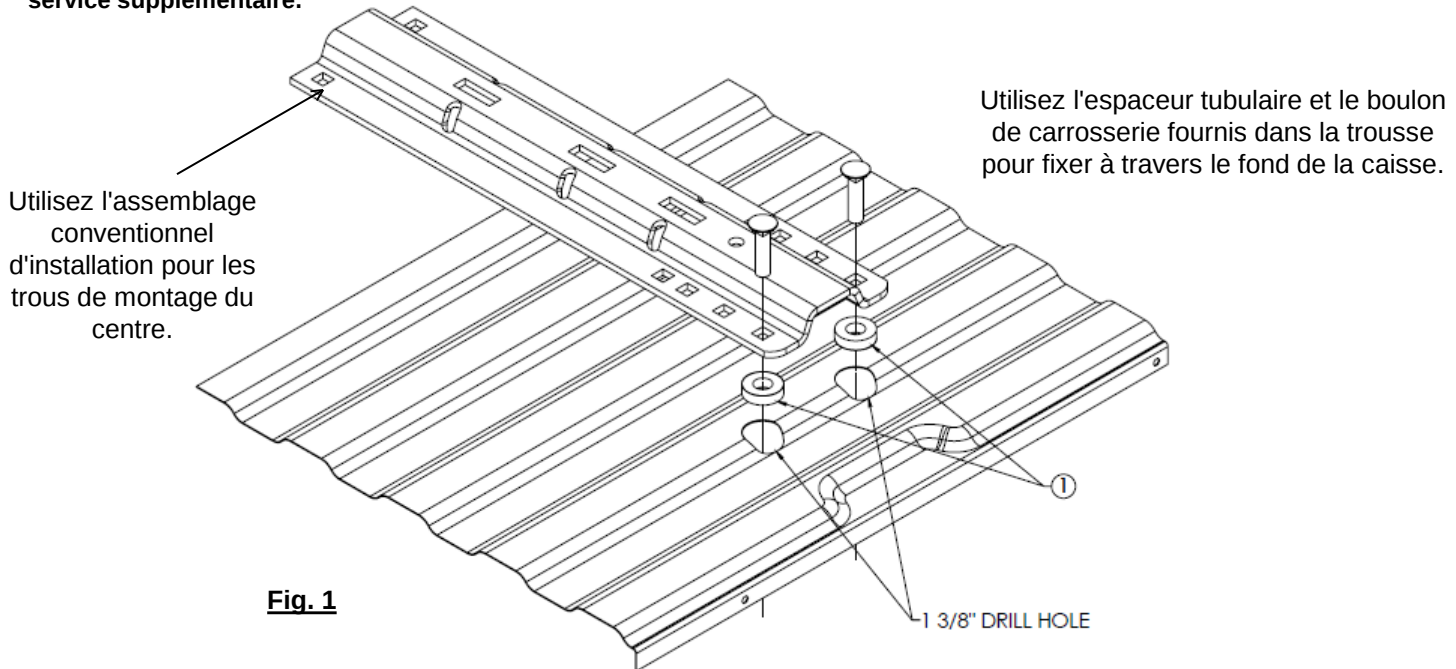

Fig. 1
1. Faites attention à la note ci-dessous et en revérifiant toutes les surfaces avant de percer. Reportez-vous à la figure 1 pour le placement des espaceurs d'assemblage.
3. Au lieu de choisir l'espaceur en fer à cheval, laissez tomber l'espaceur tubulaire de la trousse de service (1) à travers du trou élargi de la caisse du camion pour empêcher d'écraser le rebord de la caisse lors du couplage du boulon de carrosserie de 50 mm (2 po).
NOTE : LES POSITIONS EXACTES DU BOULONNAGE PEUVENT ENCORE VARIER SELON LE VÉHICULE (VOIR LE GUIDE D'INSTALLATION POUR LES APPLICATIONS PARTICULIÈRES DU VÉHICULE). LE BOULON DE CARROSSERIE ET LE RAIL DE MONTAGE COMPRIS DANS LA TROUSSE SONT MONTRÉS À LA FIG. 1 UNIQUEMENT COMME RÉFÉRENCE POUR L'INSTALLATION.